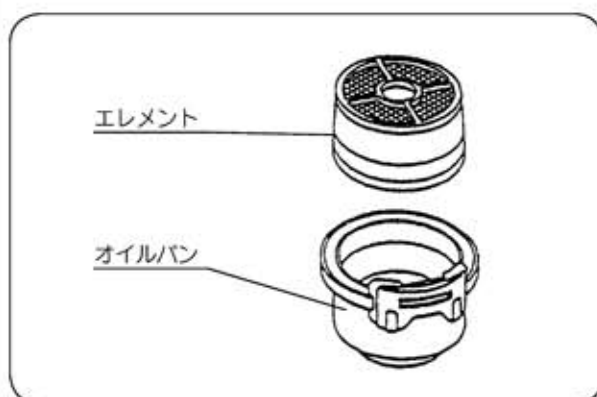

図35
- ③ オイルパンはよく洗浄し、新しいエンジンオイル(SC級以上)をレベルまで入れてください。(図35)